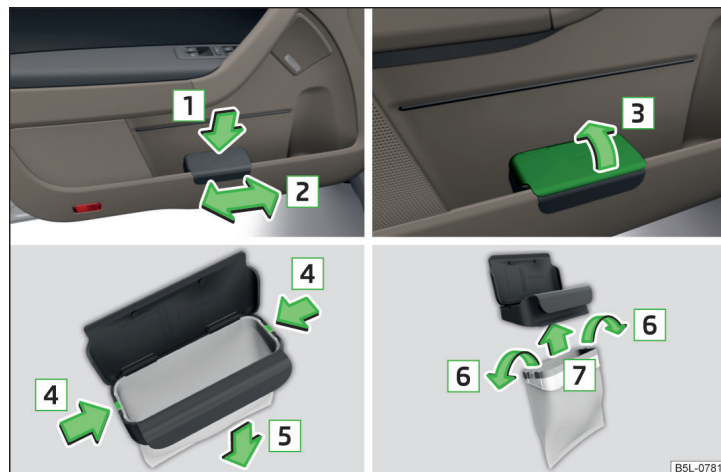

Fig. 82 Cubo de basura: Colocar y mover / abrir / cambiar bolsa
- Presione el cubo de basura por el área trasera en el sentido de la flecha **1** » fig. 82.
- Extraiga el cubo de basura en sentido contrario al de la flecha **1** » fig. 82.
- Abra el cubo de basura en el sentido de la flecha **3** » fig. 82.
- Presione las dos lengüetas del marco interior del cuerpo del recipiente en el sentido de la flecha **4** » fig. 82.